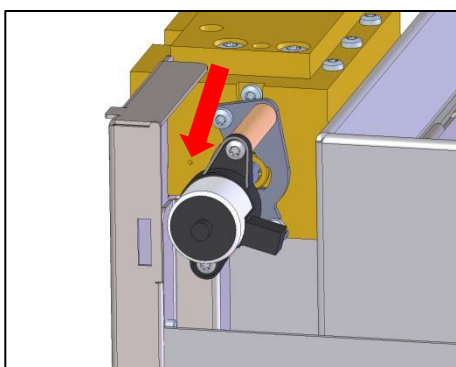

Fig. 54: Apertura llenado posterior nivel llenado
- Introducir agua del grifo en la cantidad de llenado posterior calculada a través de la apertura lateral de la válvula de inversión (→ Fig. 54) lentamente mediante una jeringa.